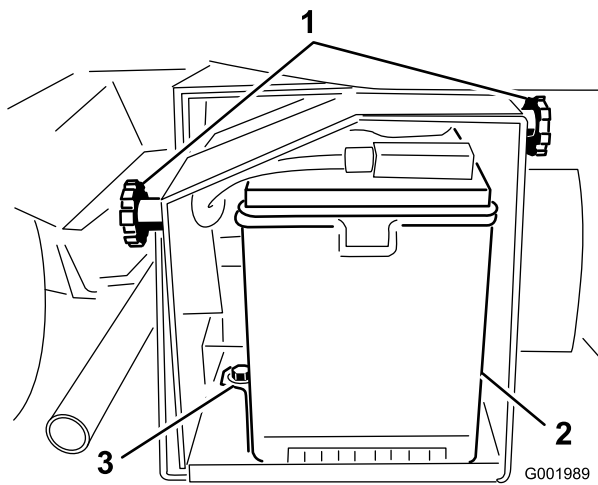

Figure 54
2. Desserrez les boutons sur les côtés du bac de la batterie et enlevez le couvercle de la batterie (Figure 54).
5. Retirez le dispositif de retenue et les fixations de la batterie (Figure 54).
2. Posez le dispositif de retenue de la batterie et serrez-le avec les fixations retirées précédemment (Figure 54).
4. Posez le couvercle de la batterie et fixez-le à l'aide des 2 boutons (Figure 54).
1. Desserrez les boutons sur les côtés du bac de la batterie et enlevez le couvercle de la batterie (Figure 54).